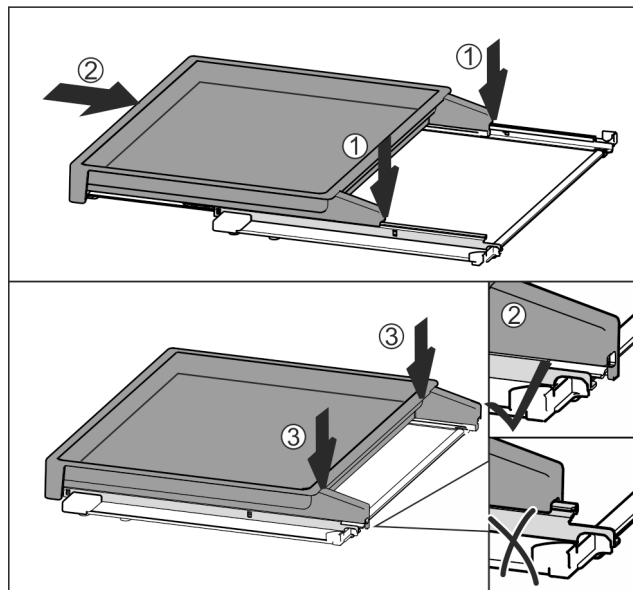

Fig. 113
- ▶ Položite jo na sredino tirnic Fig. 113 (1).
- ▶ Izvlečno polico v celoti potisnite noter Fig. 113 (2).
- ▶ Pritisnite na zadnji strani, da se slišno zaskoči Fig. 113 (3).